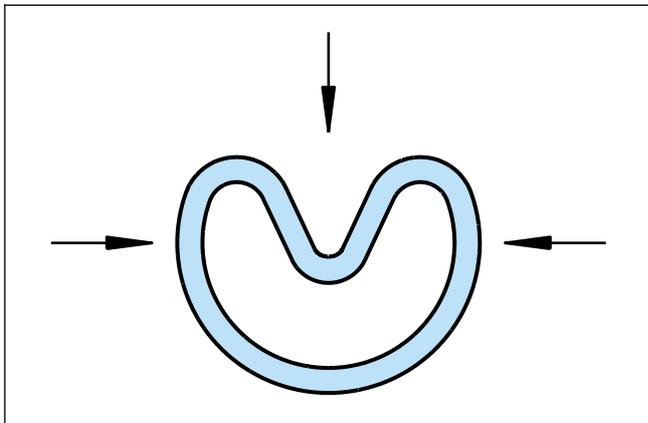

Figura 10 Deformación en forma de riñón
- Comprima la junta Turcon® dándole forma de riñón, evitando las curvas pronunciadas en la junta (Figura 10).